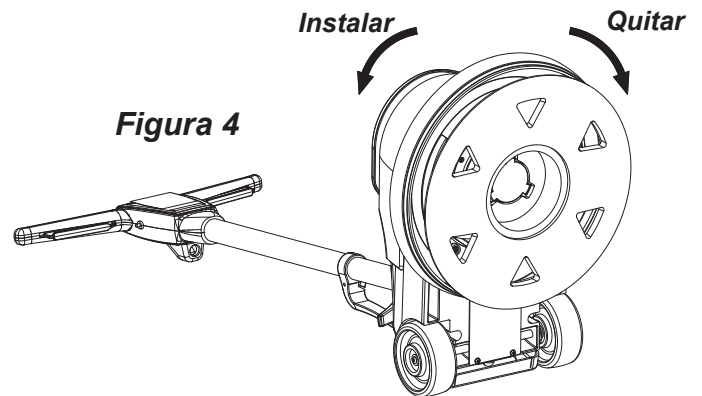

Figura 4
7. Para quitar el cepillo (o el accesorio escogido) desbloquéelo girándolo en el sentido contrario de las agujas del reloj, pues sáquelo (Véase Figura 4).